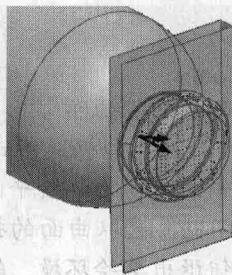
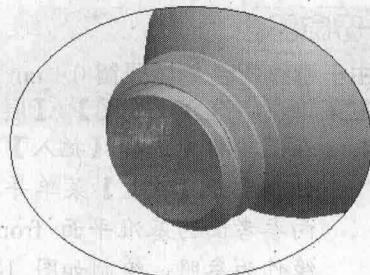

图1-15
图1-16
- 在键盘上按住 **Ctrl** 键并选取本节第 2 步与第 6 步操作所创建的面组，在菜单栏中选择【编辑】/【合并】命令，弹出【合并】操作面板，调整合并的方向，如图 1-15 所示，然后单击  按钮合并面组，如图 1-16 所示。